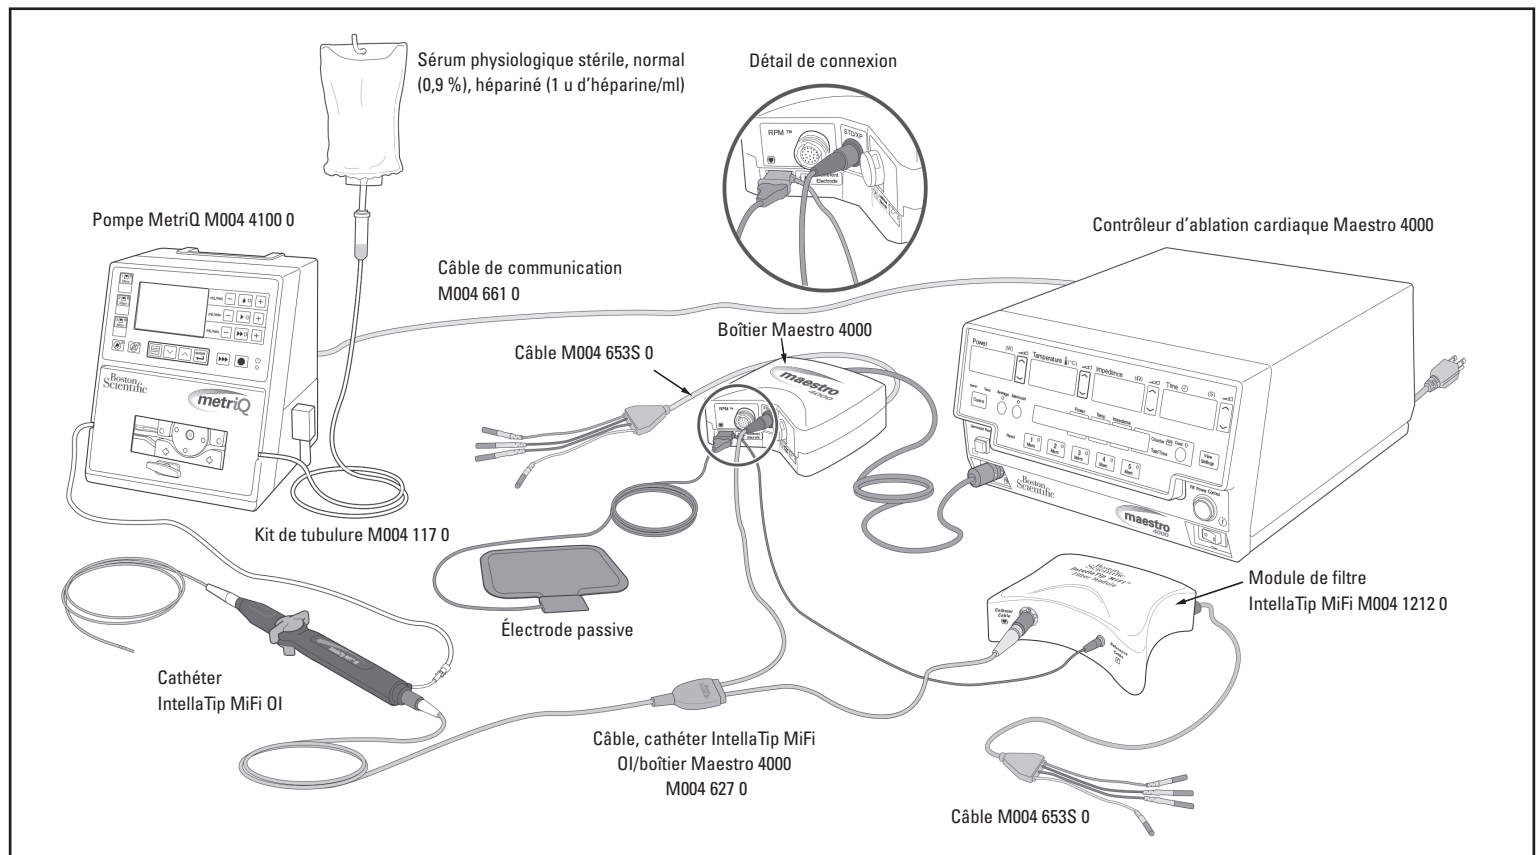

Figure 2. Configuration système du cathéter d'ablation IntellaTip MiFi OI avec le système d'ablation cardiaque Maestro 4000™
8. Raccorder le cathéter IntellaTip MiFi OI au module de filtre et au boîtier Maestro 4000 en utilisant le câble stérile approprié. Voir la figure 2. S'assurer que la connexion câble/cathéter demeure sèche tout au long de l'intervention.
14. Purger le cathéter IntellaTip MiFi OI et le kit de tubulure d'irrigation MetriQ à l'aide du bouton de purge à triple flèche de la pompe MetriQ. Le liquide doit sortir par les six (6) orifices d'irrigation pendant la procédure de rinçage. S'assurer qu'il n'y a plus d'air dans le kit de tubulure d'irrigation MetriQ et la lumière, et que tous les orifices d'irrigation sont perméables.